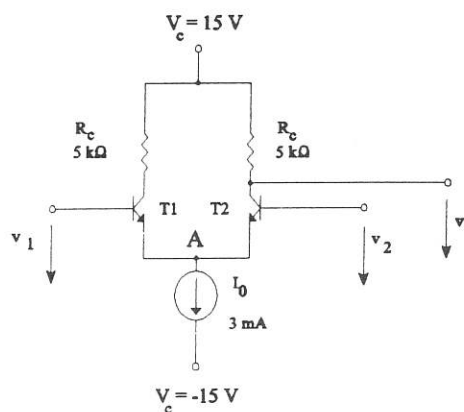

Figura 1
a) En el amplificador diferencial de la figura 1 se considera que las resistencias y los transistores son idénticos entre sí. Determinar la función de transferencia entre la tensión de salida, v_s , y la tensión diferencial $v_1 - v_2$.
una fuente de corriente constante y que es empleada en la construcción del amplificador diferencial de la figura 1. Considerando los transistores idénticos, con β muy elevada y una $V_{BE} = 0.7 \text{ V}$, calcular el valor de R para que circule I_0 .